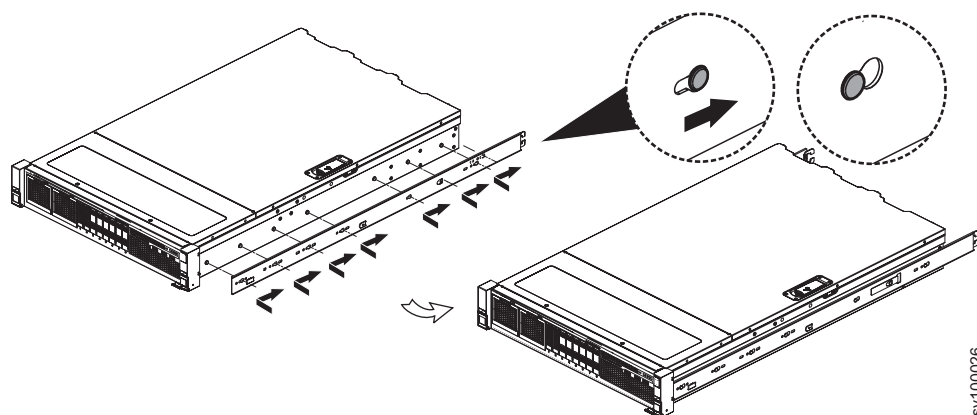

Figura 23. Adjuntar sección interna al chasis
4. Instale la sección interna del riel en el chasis. No se necesitan tornillos. Coloque los orificios de la sección interna sobre los cabezales de las patillas en el lateral del dispositivo y, a continuación, deslice la sección hacia la parte posterior del dispositivo para bloquearlo, tal como se muestra en Figura 23.